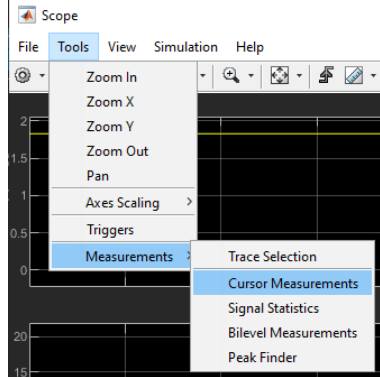

Fig. 16. Forma de agregar la herramienta de medida de cursor.
- b) Seleccione en la barra Tools->Measurements->Cursor Measurements, para obtener la medida del cursor, sígase **Fig. 16**.